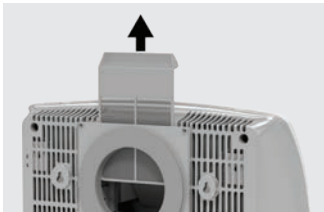

Рисунок 17
- 2. Извлеките фильтр грубой очистки из прибора (рис. 17).